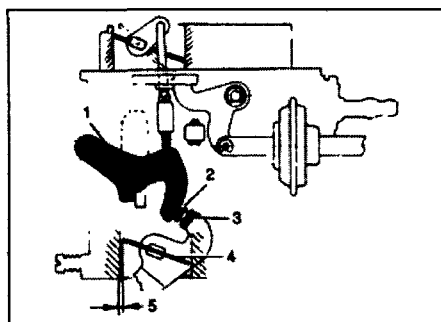

Рис. 4.17 Регулировка пусковых оборотов
- 17 Приоткройте дроссельную заслонку и переведите воздушную заслонку в полностью закрытое положение. Винт регулировки пусковых оборотов должен упереться в кулачок и принудительно открыть дроссельную заслонку, чтобы получился небольшой зазор (рис. 4.17).